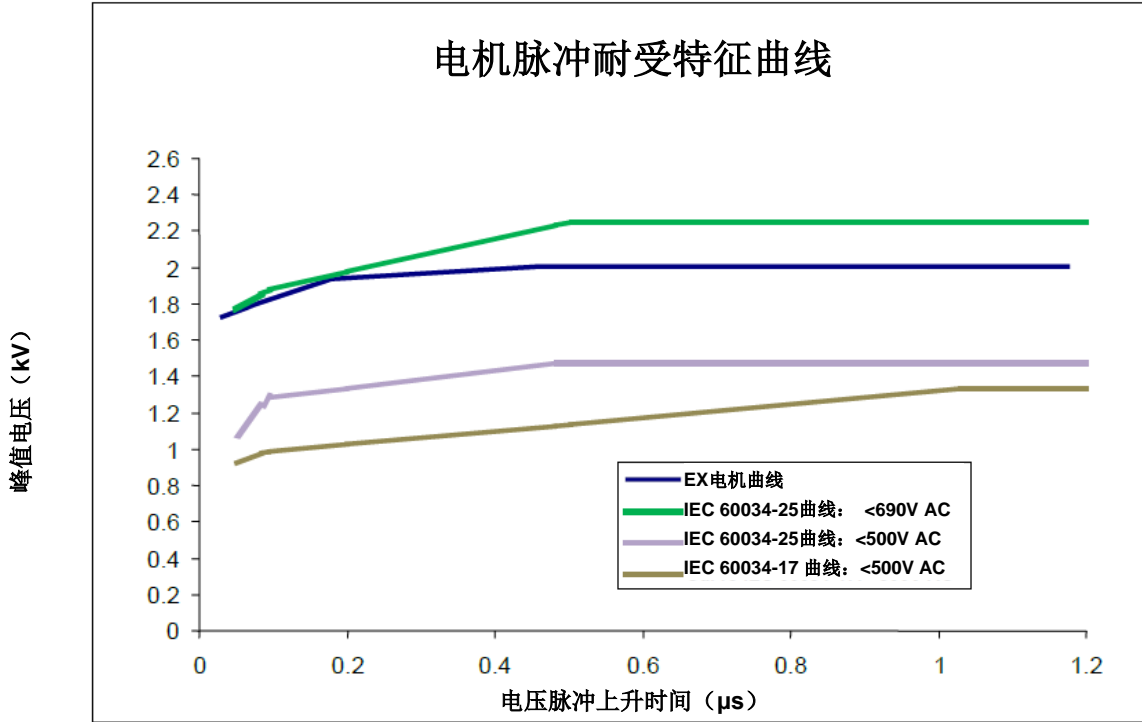

图1：根据IEC标准，最低电压可耐受电机绝缘特性。顶部为EX电机的典型能力。
由转换器供电的电机比正弦电源供电的电机承受的应力更高。快速开关型逆变器与电缆组合会因传输线效应而导致过压。峰值电压由电源电压、电缆长度和电压上升时间决定。例如，在上升时间为200 ns和电缆长度为30 m（100英尺）的情况下，电机端子处的电压是逆变器电压的两倍。伺服电机 EX 的绝缘系统设计为可耐受重复脉冲电压，并在很大程度上超过了 2007 年 3 月 12 日 IEC/TS 60034-25 2.0 版对于不具有高达 500V AC 的滤波器的电机的建议（见图 1）。
- 重复脉冲电压不得超过图1“EX电机曲线”中给出的深蓝值。